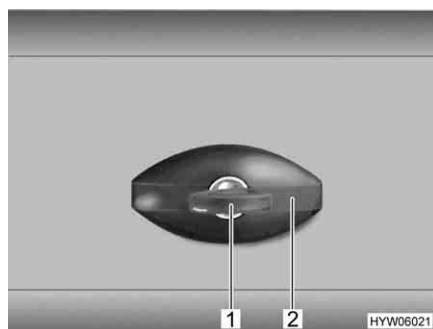

Fig. 13 Serratura dello sportello, ellittico, chiuso
- Inserire la chiave nel cilindro della serratura (Fig. 13,1) e ruotare in senso antiorario di un quarto di giro. La maniglia della serratura (Fig. 13,2) scatta all'infuori.